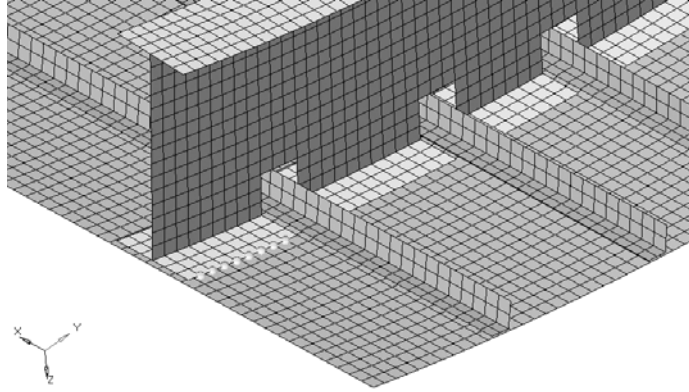

图 7-61 选择图示的节点
- (3) 单击 node path 按钮, 并选择如图 7-61 所示的节点。